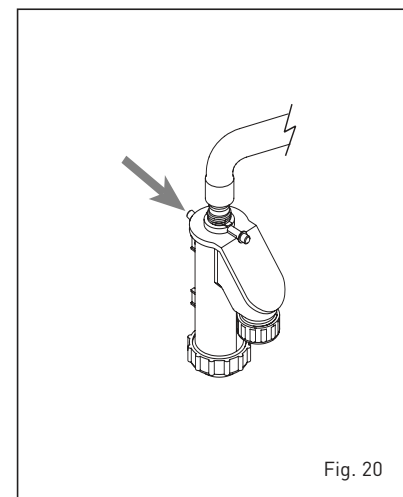

Fig. 20
4.5 ENTRETIEN (fig. 20)
fice prévu à cet effet (fig. 20).